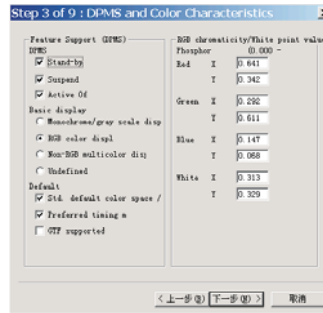

Fig. 37
- 2. Click Next, bring up Fig. 37.